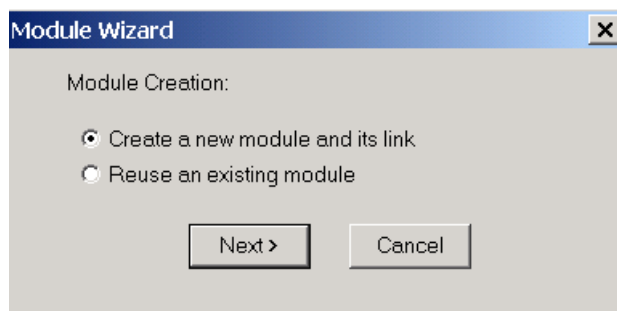

Рис. 6-15. Выбор режима работы мастера
- 2) На первом шаге система предлагает выбрать необходимое действие (см. рис.6-15): создать новый модуль и его связи (create a module and its link.) или использовать существующий, выбрав его из библиотеки (reuse an existing module).
2) На этапе выбора режима работы (см. рис.6-15) установите флажок *reuse an existing module* (использовать существующий модуль) и нажмите кнопку **Next**.